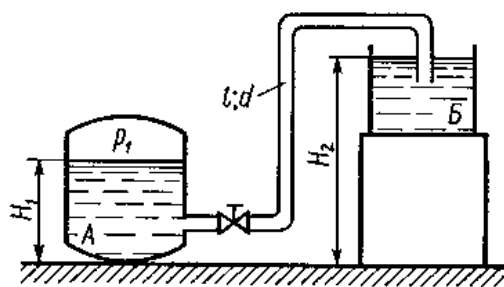

Рис.10
17. Вода перетекает из бака А в резервуар Б (рис.10) по трубе диаметром $d = 25$ мм, длиной $l = 10$ м. Определить расход воды Q , если избыточное давление в баке $p_1 = 200$ кПа; высоты уровней $H_1 = 1$ м; $H_2 = 5$ м. Режим течения считать турбулентным. Коэффициенты сопротивления принять: на входе в трубу $\xi_1 = 0,5$; в вентиле $\xi_2 = 4$; в коленах $\xi_3 = 0,2$; на трение $\lambda_t = 0,025$.